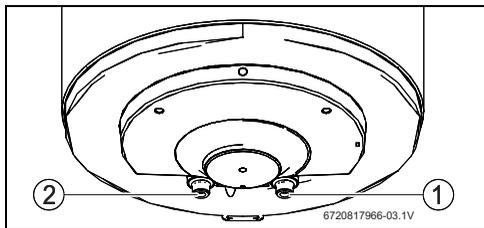

Fig. 7
- ▶ Identificar a tubagem de água fria e de água quente, de forma a evitar uma possível troca (Fig. 7).